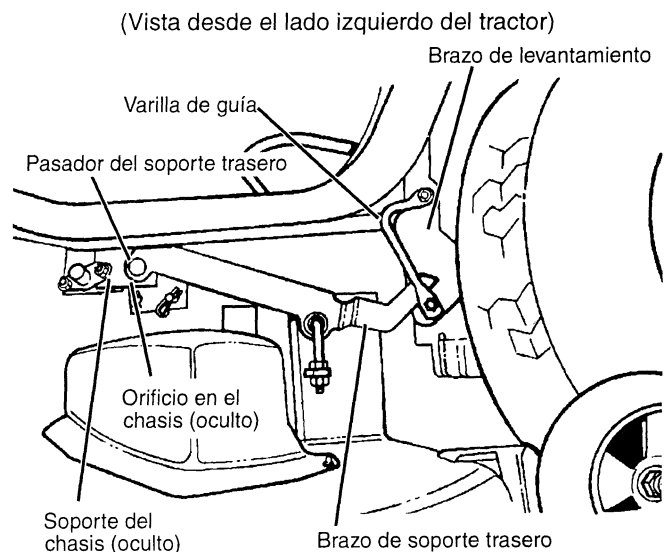

FIGURA 7
- Coloque la plataforma de modo que los brazos de soporte traseros queden entre las varillas de guía doradas y los brazos de levantamiento en el lado exterior (vea la Figura 7).
- Levante la plataforma del cortacésped. Coloque bloques de 2 pulgadas (50 mm) debajo de las orillas traseras derecha e izquierda de la plataforma, lo que permite alinear los orificios en la parte delantera de las ménsulas de soporte traseras con los orificios en el soporte del chasis (vea la Figura 7).